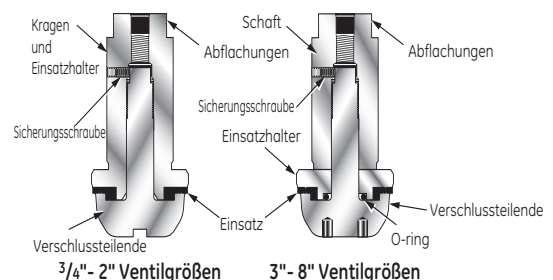

Abb. 3 – Weichsitzventile (optional)
7.7 Weichsitzventil (Abb. 3)
- a. Neuen Einsatz und Einsatzhalter wie in Abb. 3 gezeigt auf den Schaft setzen.
- b. Neuen Einsatz am Einsatzhalter anbringen und wie in Abb. 3 gezeigt montieren.